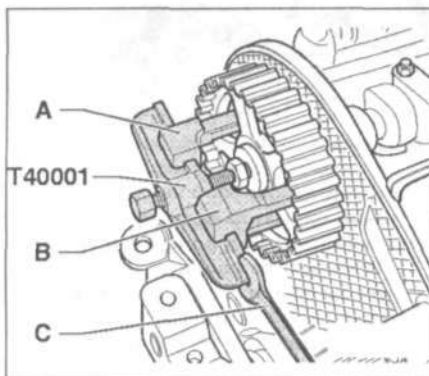

Рис. 7.15. Ослабьте болт крепления шкива распределительного вала на полный оборот. Отсоедините шкив от ступицы с помощью приспособления Т40001.
14. Ослабьте болт крепления шкива распределительного вала на полный оборот (рис. 7.15). Отсоедините шкив от ступицы с помощью приспособления Т40001.